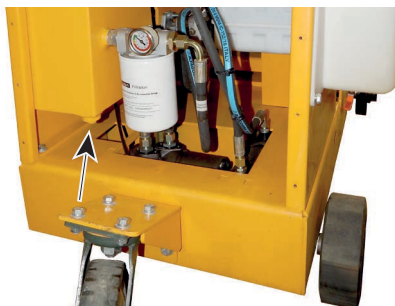

рис.18
- Подставьте подходящую емкость под маслосливное отверстие и открутите пробку (рис. 18). Слейте масло и закрутите пробку маслосливного отверстия.